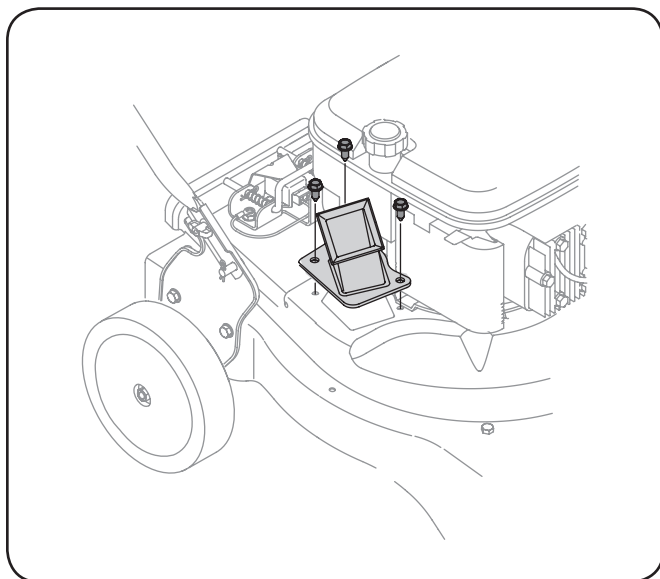

Figura 7-1
3. Ajuste los tres tornillos de cabeza hexagonal que sostienen el canal de la cortadora a la caja superior. Vea la Figura 7-1.